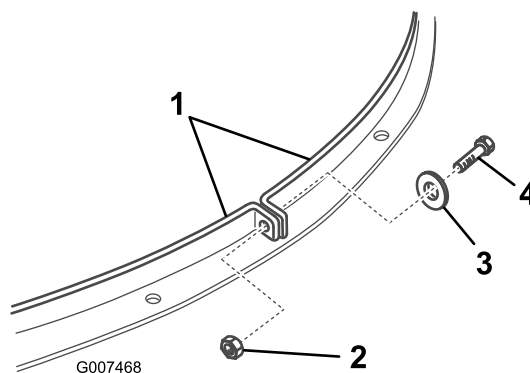

Figure 19
10. Retirez le boulon, la rondelle et l'écrou qui rapprochent les extrémités des 2 bandes (Figure 19).
14. Rapprochez les extrémités des 2 bandes qui entourent l'obturateur Recycler, comme illustré (Figure 19).
9. Retirez le boulon, la rondelle et l'écrou qui rapprochent les extrémités des 2 bandes (Figure 19).
15. Rapprochez les extrémités des 2 bandes qui entourent l'éjecteur, comme illustré (Figure 19).
16. Alignez les trous à l'extrémité des bandes et fixez les deux bandes ensemble à l'aide du boulon, de la rondelle et de l'écrou retirés précédemment (Figure 19).